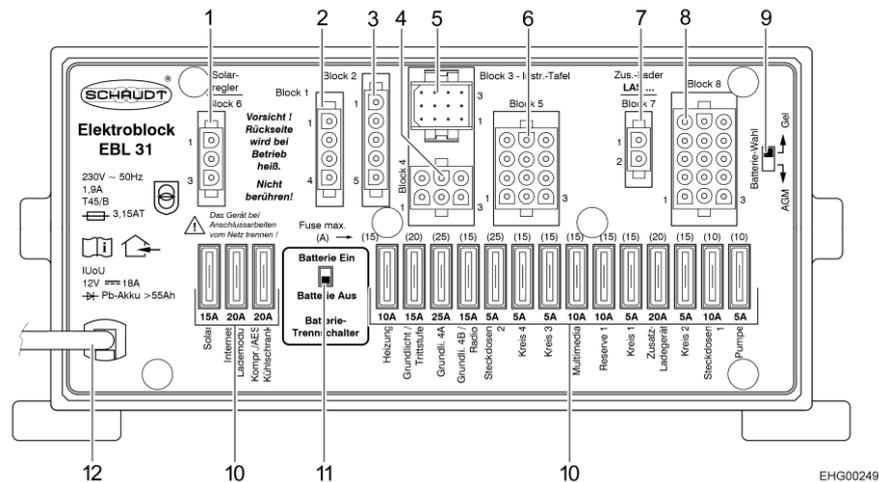

Fig. 95 Bloque eléctrico (EBL 31)
- ▷ Para desconectar **todos los** consumidores eléctricos de 12 V de la alimentación de corriente y prevenir una descarga de la batería del habitáculo, ajustar el separador de batería (Fig. 95,11) en el bloque eléctrico en "Batterie Aus" (batería Off).
- ▷ Los consumidores, como el propio bloque eléctrico, el panel, la calefacción, el regulador de carga solar (si está presente) y otros aparatos, consumen una pequeña cantidad de corriente standby y, por tanto, descargarán la batería del habitáculo con el tiempo. Por ello, situar el separador de batería (Fig. 95,11) en el bloque eléctrico en "Batterie Aus" (batería Off), cuando el vehículo no se utilice durante un tiempo prolongado.